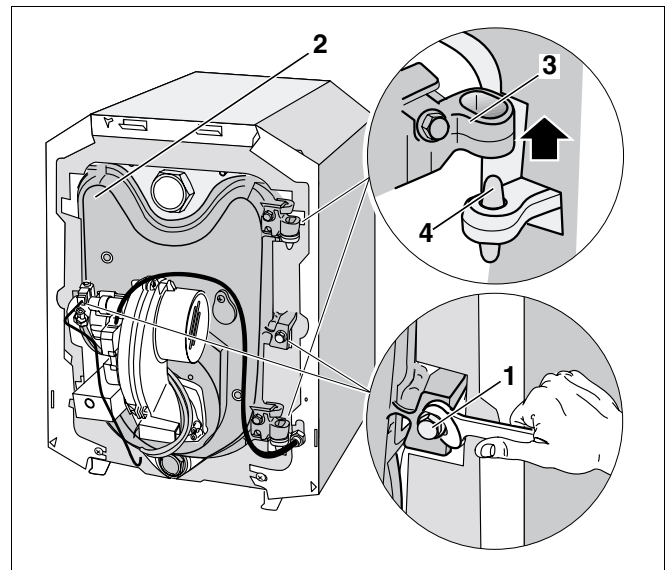

Fig. 6 Îndepărtati usa arzatorului
- Desurubati și scoateți (fig. 6, **poz. 1**) suruburile hexagonale (fig. 6, **poz. 2**) ale usii arzatorului.
- Deschideți (fig. 6, **poz. 2**) usa arzatorului.
- Ridicați (fig. 6, **poz. 3**) inelele usii arzatorului (fig. 6, **poz. 2**) de pe (fig. 6, **poz. 4**) cirlige.